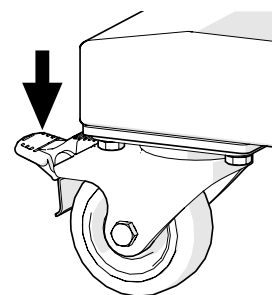

Fig. 25 – Frein de roue
- Bloquer la machine à son emplacement pour la protéger contre les mouvements involontaires. Pour cela, abaisser avec le pied le frein de roue sur le châssis (voir Fig. 25). Avant chaque transport, desserrer le frein de roue en le tirant vers le haut.